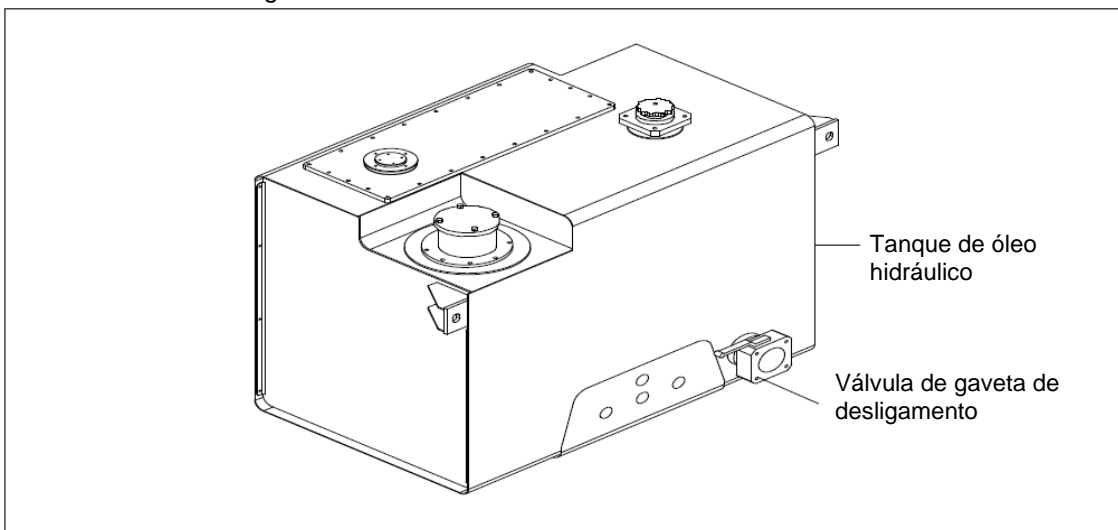

Figura 4-11 Tanque de óleo hidráulico
- 2) Gire a manopla.Consulte a figura 4-11.